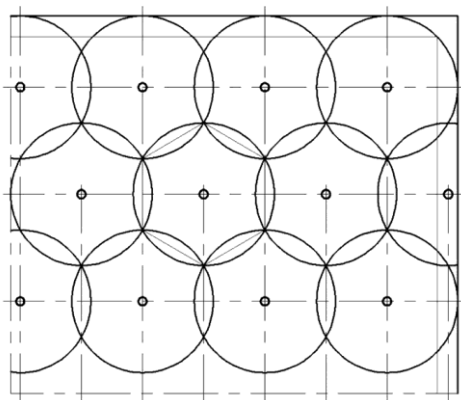

Рис.3 Шахматный способ расстановки модулей
** При использовании конфигурации защищаемой площади круглой формы, которая представляет собой фигуру, описанную вокруг квадратов, представленных в табл. 3, использовать шахматный порядок расстановки модулей (рис. 3). Установку модулей рекомендуется выполнять в шахматном порядке, если линейные размеры защищаемой зоны кратны радиусу R . В этом случае конфигурация расчетной площади представляет собой вписанный в окружность шестиугольник, в наибольшей степени приближающийся по форме к площади круга.